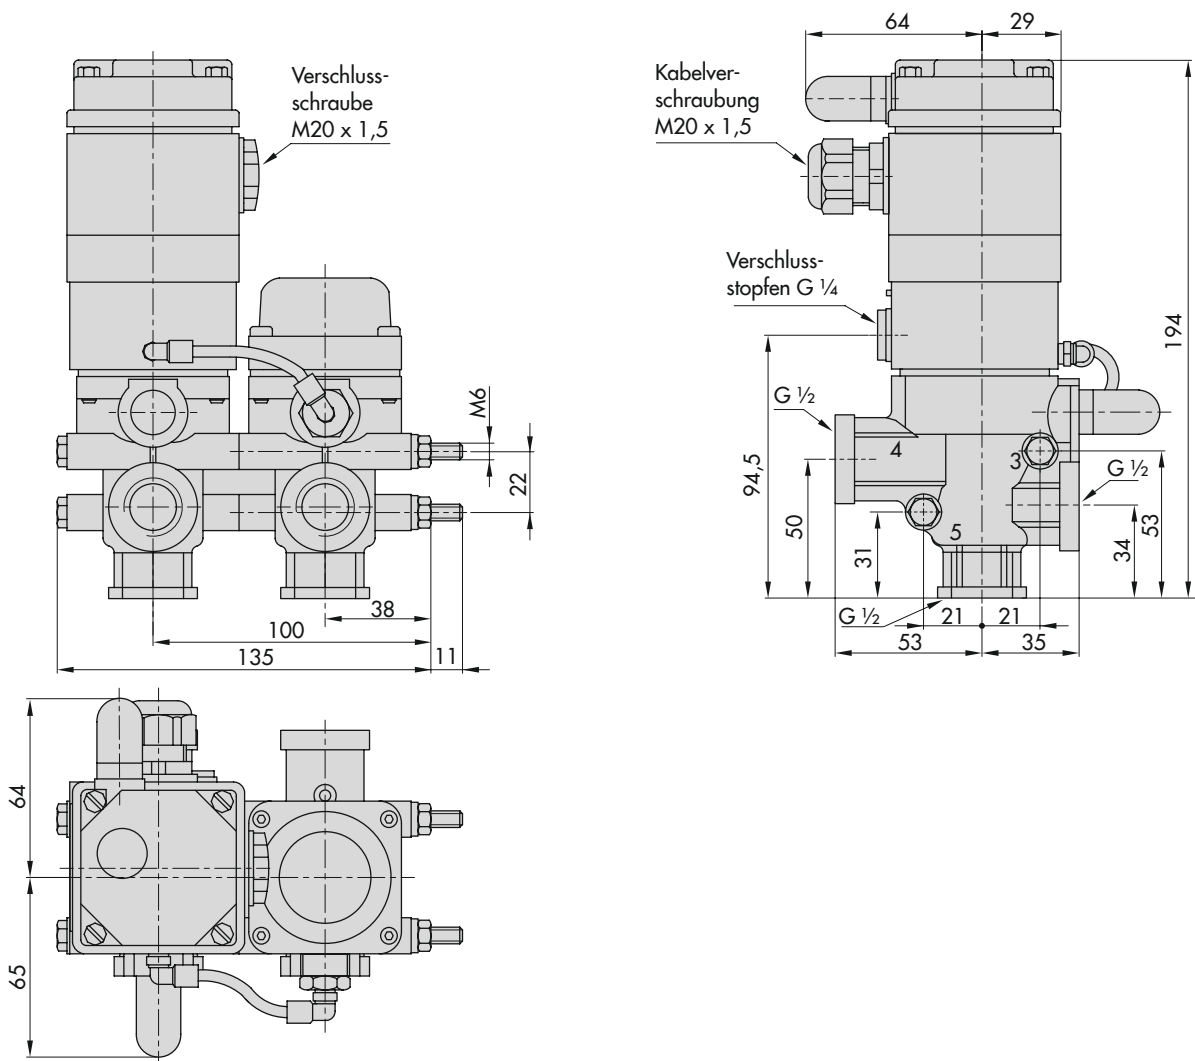

Bild 12: 5/2-Wege-Magnetventil, einseitig angesteuert, K_{V5} -Wert 4,3
8) Verbindungsschlauch zwischen den Verstärkerventilen aus Polyamid, vgl. Bild 12 und Bild 13